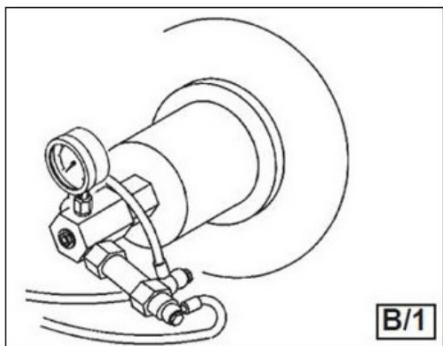

Рисунок 1
- 1) Обратный клапан на гидравлической линии самоцентрирующегося устройства (находится внутри поворотной муфты (см. рис. 1) позволяет избежать возможного падения колеса вследствие случайного разрыва гидравлического контура.